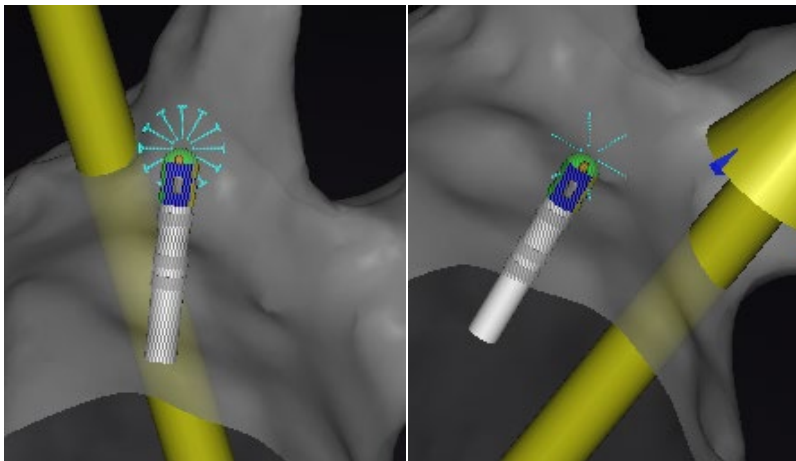

Figura 7. Starburst indica: Contatto ottimale (sinistra); in contatto (destra)
- Contatto ottimale (**Figura 7, sinistra**)
- In contatto (**Figura 7, destra**)